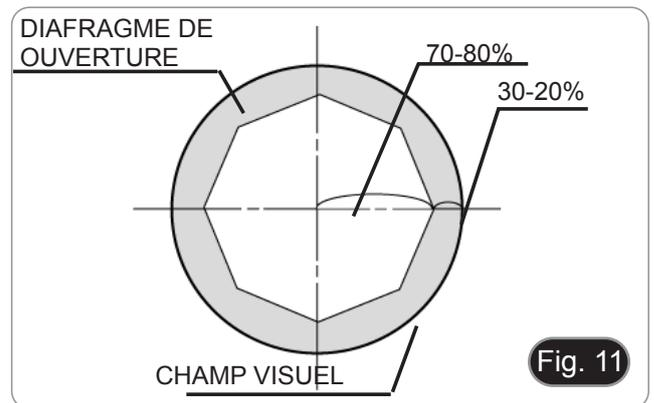

Fig. 11
- Pour les échantillons à faible contraste, réglez la valeur numérique de l'ouverture sur environ 70 à 80 % de la valeur de l'objectif A.N. Si nécessaire, retirez un oculaire et, en regardant dans le boîtier vide de l'oculaire, ajustez la bague du condenseur jusqu'à obtenir une image comme celle de la Fig. 11.